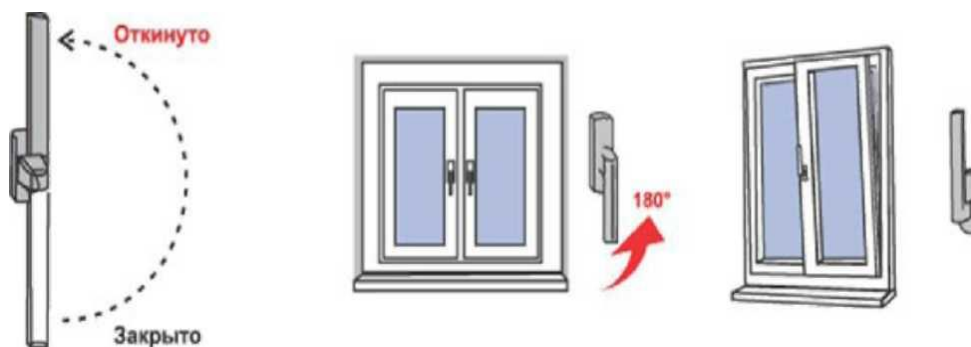

Рис.2
3) Для перевода створки из закрытого положение в откидное (поворот створки относительно нижней горизонтальной оси, положение «Откинута» на Рис.2) ручку поворачивают вертикально на 180 градусов вверх, затем, потянув за ручку, поворачивают створку относительно нижней горизонтальной оси на заданный изготовителем угол (не более 10 градусов) (**откидной режим**).
4) Для запираения створки из открытого или откидного положения ее сначала закрывают и, придерживая створку рукой, поворачивают ручку вертикально вниз (положение «Закрыто» на Рис. 2).